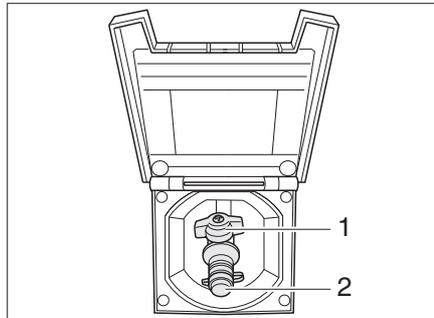

Bild 89 Externer Gasanschluss, Gasabsperrentil geschlossen
Der externe Gasanschluss (Bild 89) befindet sich je nach Modell am Heck oder auf der linken bzw. rechten Fahrzeugseite.
- Externes Gasgerät an der Anschluss-Stelle (Bild 89,2) anschließen.
- Das Gasabsperrentil (Bild 89,1) öffnen.